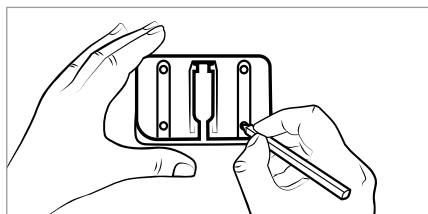

Fig. 5
- 3) Utilizați suportul pentru perete 18 pentru a marca poziția celor patru găuri pe perete (a se vedea fig. 5).